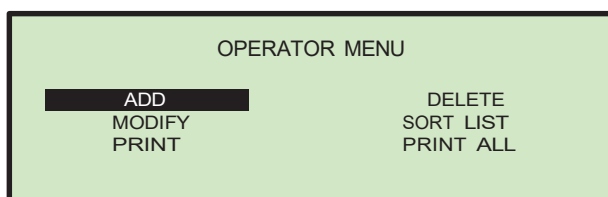

ABBILDUNG 54: Bildschirm Bedienermenü
- 1 Wählen Sie auf dem Bildschirm **OPERATOR MENU (BEDIENERMENÜ)** (Abbildung 54) **ADD (HINZUFÜGEN)** aus. Es erscheint der Bildschirm **RENAME OPERATOR (BEDIENER UMBENENNEN)**.
- 1 Wählen Sie auf dem Bildschirm **OPERATOR MENU (BEDIENERMENÜ)** (Abbildung 54) **MODIFY (ÄNDERN)** aus. Es erscheint der Bildschirm **SELECT OPERATOR (BEDIENER AUSWÄHLEN)**.
- 1 Wählen Sie auf dem Bildschirm **OPERATOR MENU (BEDIENERMENÜ)** (Abbildung 54) **SORT LIST (LISTE SORTIEREN)** aus.